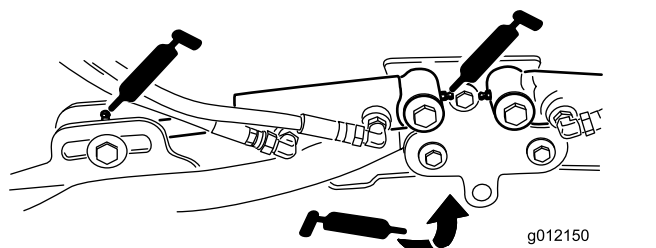

Figura 74
- Cilindri del braccio di sollevamento dell'apparato di taglio (2 cad.) (Figura 74)
- Perna del braccio di sollevamento (1 cad.) (Figura 74)